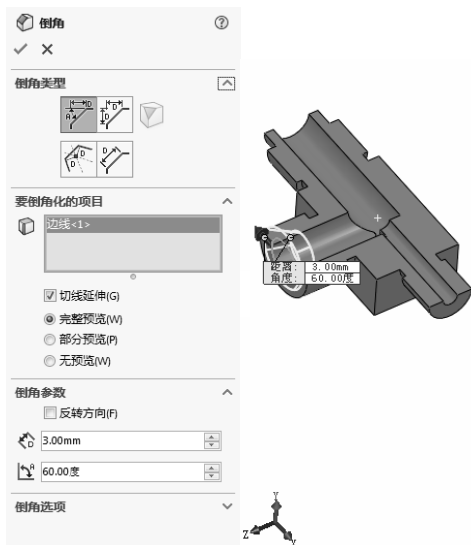

图 7-63 创建倒角特征 1
- 2) 创建倒角特征。单击“特征”控制面板中的  (倒角) 按钮, 或选择菜单栏中的“插入”→“特征”→“倒角”命令, 弹出“倒角”属性管理器; 在  (距离) 文本框中输入“3”, 在  (角度) 文本框中输入“60”, 其他选项保持系统默认设置, 单击 ✓ (确定) 按钮, 创建直径为 10 的密封工作面, 如图 7-63 所示。